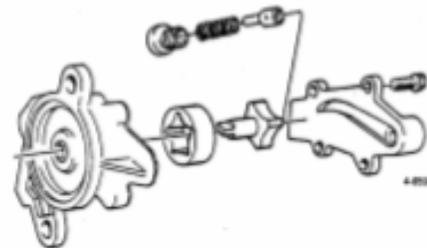

Fig. 18
- Si la holgura es mayor a 0,2 mm cambiar la bomba completa. Fig. 18